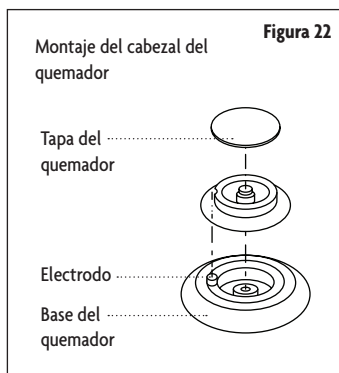

Figura 22
- Coloque una tapa de quemador en cada cabezal de quemador, haciendo coincidir el tamaño de la tapa con el tamaño del cabezal. (Consulte la Figura 22).